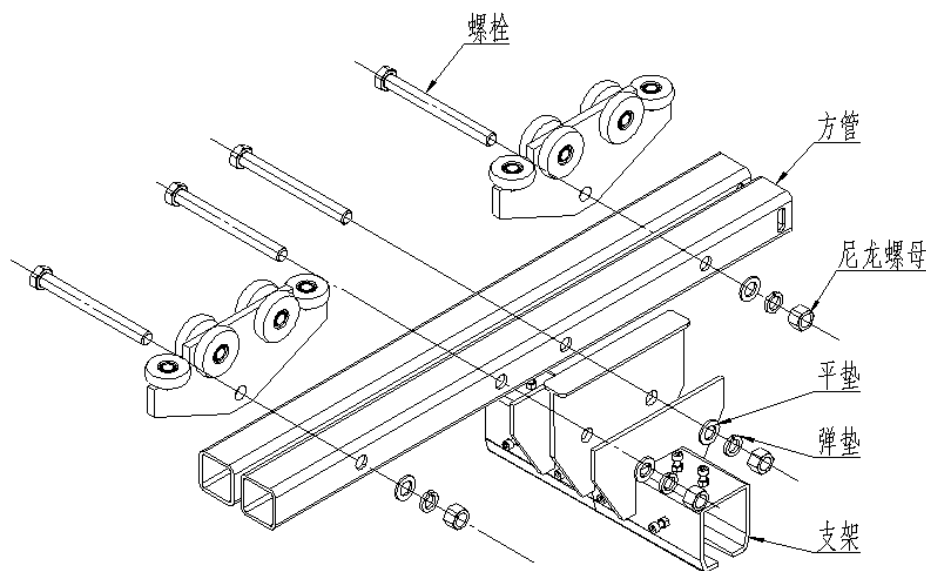

图 5D
- 5.9 确定加长型型轨小车的方管、支架、承重板以及所需的紧固件齐全（图 5D）。
- 5.10 将加长型型轨小车的方管安装到支架中，穿入连接螺栓（图 5D）。
- 5.11 将尼龙螺母置于每个螺栓的端部，紧贴型轨小车的支架拧紧（图 5D）。